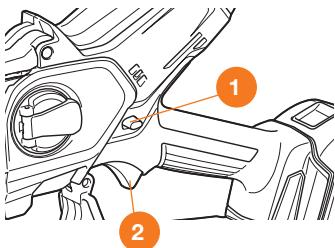

Рис. 14
- Нажмите и удерживайте кнопку блокировки включения ①.
- Зажмите клавишу включения ②. Двигатель заработает и цепь начнет вращение.
- Отпустите кнопку блокировки включения ①, продолжая удерживать клавишу включения ②, для проведения работ с пилой (Рис. 14).
- Для остановки двигателя отпустите клавишу включения ② и дождитесь прекращения вращения цепи.